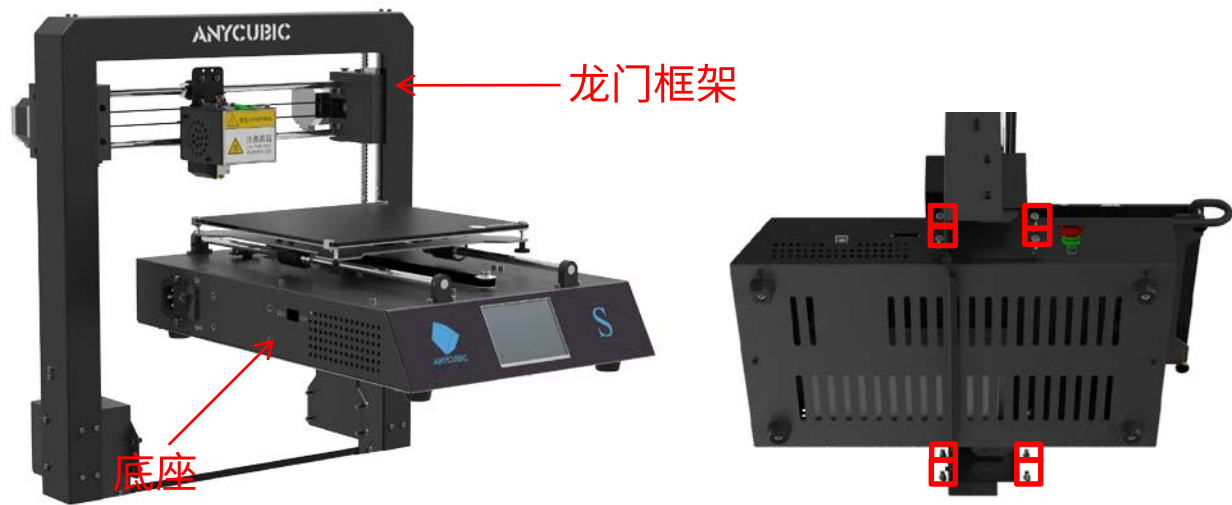

图 1
(1) 如图1，将底座安装至龙门框架内，用8颗M5*8内六角螺丝将龙门框架固定在底座上（如红色方框所示位置）。先勿拧紧，待螺丝全部安装后再统一拧紧。